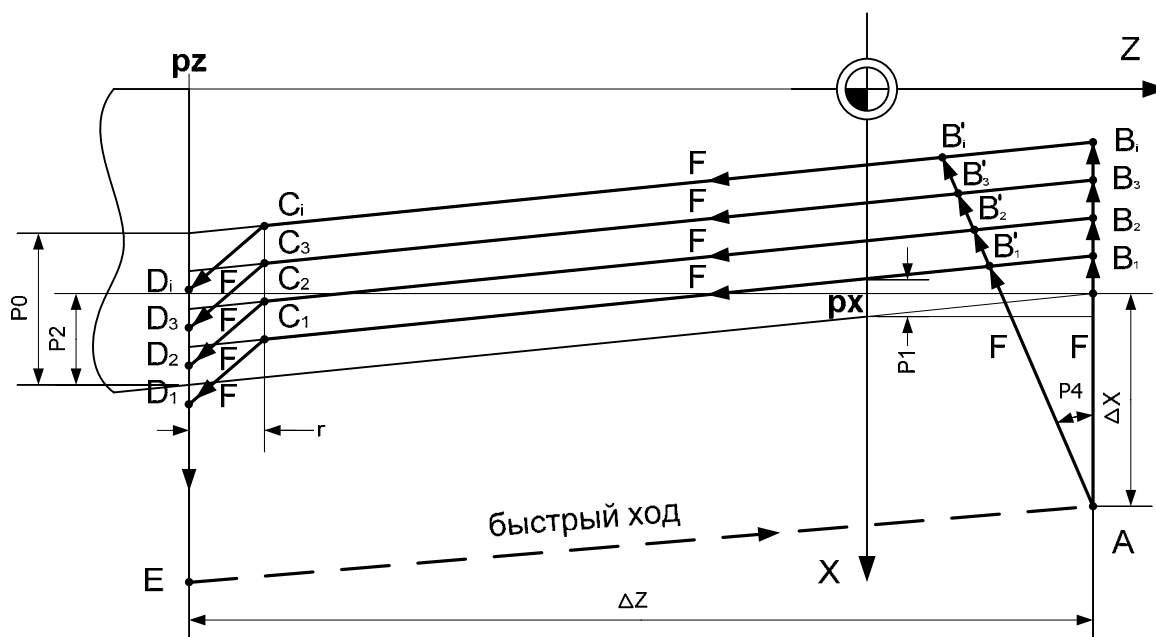

Рис. 3. Последовательность операций функции G31.
**R2** – конусность резьбы. Задается на диаметр, в приращениях. Параметр может быть как положительным (вдоль прохода движение по вспомогательной оси в направлении выхода из резьбы, см. рис. 3), так и отрицательным (вдоль прохода движение по вспомогательной оси в направлении врезания).
**R4** – угол врезания, задается без учета знака (см. рис. 3). Параметр следует выбирать на  $2-4^\circ$  меньше, чем половина угла при вершине резьбы. В этом случае съем большей части материала производится передней кромкой резца, задняя кромка формирует профиль резьбы. По умолчанию параметр принимается равным  $28.0^\circ$ , что соответствует метрической резьбе. Для подвода резца перпендикулярно вспомогательной оси резания следует задавать этот параметр равным 0. Для нарезания дюймовых резьб угол врезания выбирается в диапазоне  $23.5^\circ-25.5^\circ$  в зависимости от материала и режима резания.